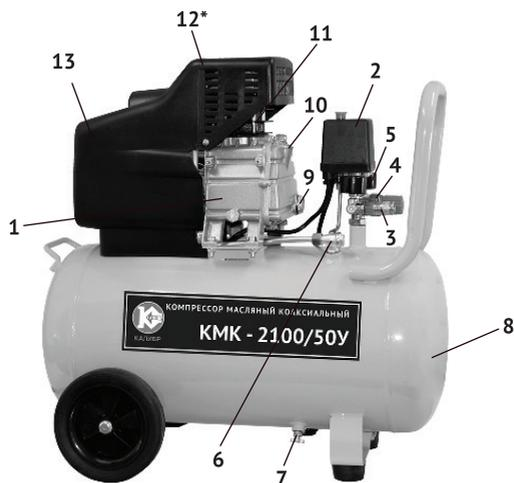

рис. 1
4.1 Общий вид компрессора схематично представлен на рис.1
4.2 Картер компрессорной группы (рис.1 поз.1) с двигателем закреплены на металлическом корпусе ресивера (рис.1 поз.8). Двигатель закрыт пластиковым кожухом (рис.1 поз.13). Вращение якоря двигателя преобразуется кривошипно-шатунным механизмом в возвратно-поступательное движение поршня. Сжатый воздух из выпускного клапана цилиндра подаётся в ресивер. При подключении к быстроразъёмным выходным штуцерам (рис.1 поз.3) коллектора пневмоинструмента, сжатый воздух подаётся к инструменту. Выходное давление в штуцерах регулируется редуктором (рис.1 поз.4) и контролируется манометрами.
рекомендуется оставить компрессор работающим в течение 5 - 8 минут с полностью открытыми выходными кранами (рис.3 поз.2,3) и редуктором (рис.3 поз.4), после чего откройте вентиль слива конденсата (рис.1 поз.7), находящийся снизу ресивера и слейте конденсат. После первых 5-ти часов работы компрессора проверьте крепление винтов головки цилиндра и кожуха двигателя (рис.1 поз.13).